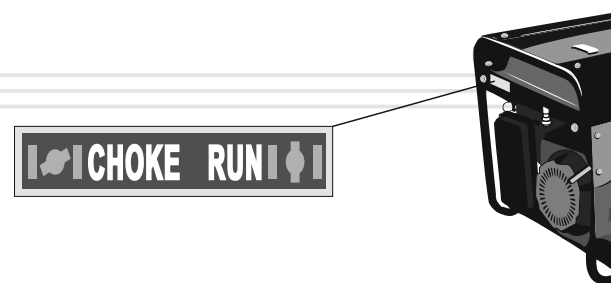

рисунок 6
2. В случае если Вы запускаете холодный двигатель (или же температура воздуха низкая – ниже, чем +15 °С), переместите рычаг воздушной заслонки в положение «ШОКЕ» (см. рис. 6). В данном положении воздушной заслонки происходит обогащение топливной смеси, что
- После того, как двигатель будет прогрет, необходимо убрать обогащение топливной смеси. Для этого переместите рычаг воздушной заслонки в положение «RUN» (см. рис. 6). Изменять положение воздушной заслонки следует плавно, чтобы не заглушить двигатель обедненной топливной смесью.
После наработки 25 часов следует сменить масло. Рекомендуется сделать дополнительную промывку: залить такое же моторное масло и дать поработать двигателю 10 мин. Слить промывочное масло и залить новое масло. Моторное масло для промывки следует подбирать исходя из температуры окружающей среды (рис. 6).